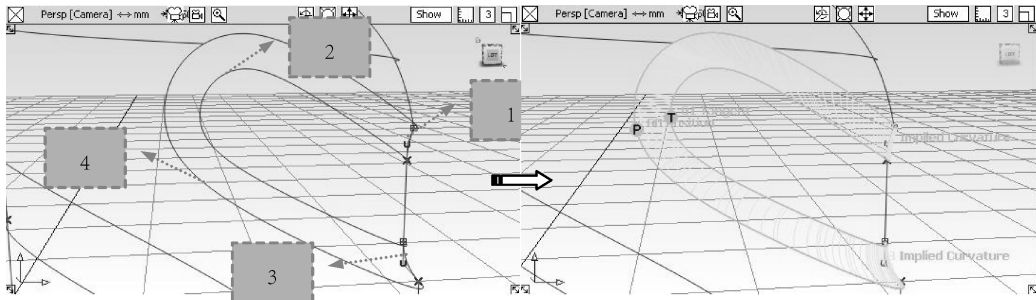

图 4-110 创建曲面
- 39 在透视窗中，依次选择瓶身上侧的几条曲线以及两个曲面的剪切边缘线，形成四边面，如图 4-110 所示。